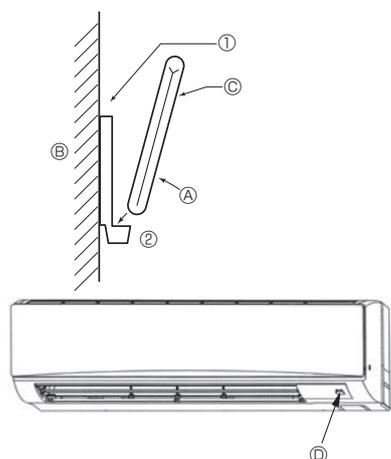
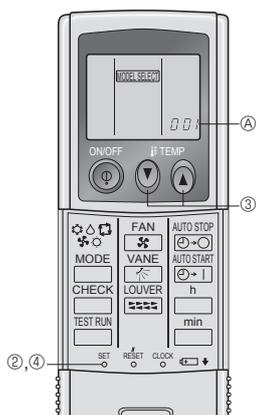

Fig. 6-2
Fig. 6-3
2) Méthode d'installation (Fig. 6-2)
- ① Attacher le support de la télécommande à l'endroit voulu à l'aide de vis à taraud.
- ② Mettre la partie inférieure de la télécommande dans le support.
3) Programmation (Fig. 6-3)
- ① Introduire les piles.
- ② Appuyer sur le bouton SET à l'aide d'un objet pointu.